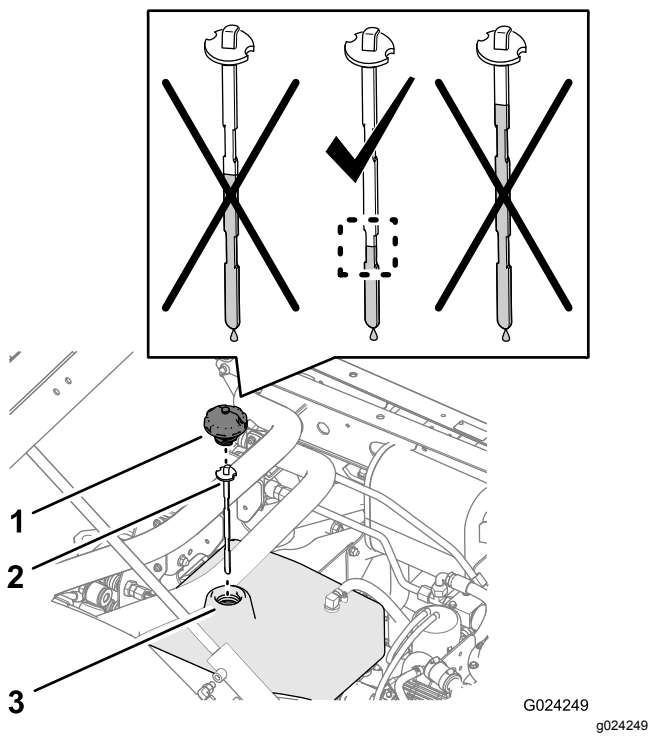
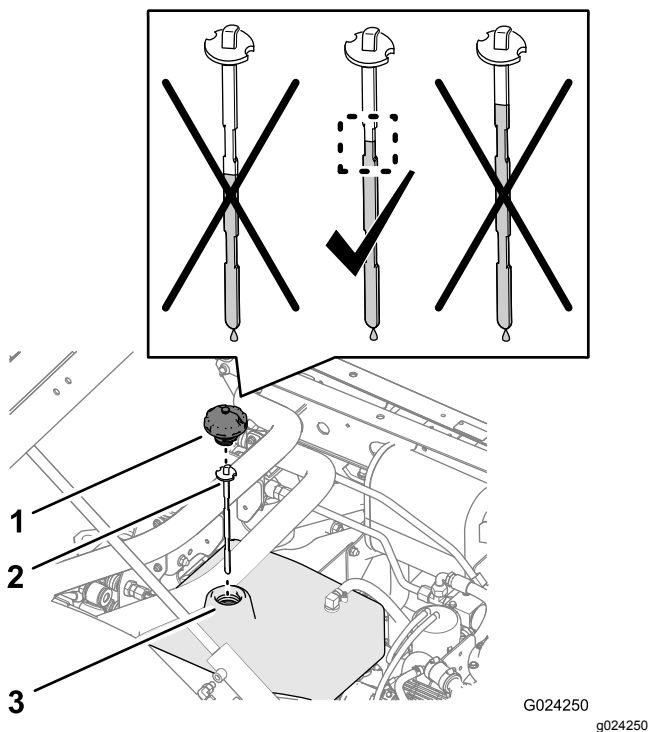

Figura 23
Figura 24
- Limpie la zona alrededor del cuello de llenado y el tapón del depósito hidráulico (Figura 23 y Figura 24).
2. Retire el tapón y la varilla del cuello de llenado del depósito y limpie la varilla con un trapo (Figura 23 y Figura 24).
3. Inserte la varilla en el cuello de llenado; luego retírela y compruebe el nivel del fluido (Figura 23 y Figura 24).
4. Si el nivel es bajo, añada fluido hidráulico del tipo especificado al depósito hasta que el nivel llegue hasta la mitad de la zona recortada de la varilla (Figura 23 y Figura 24).
5. Instale la varilla y el tapón en el cuello de llenado del depósito (Figura 23 y Figura 24).